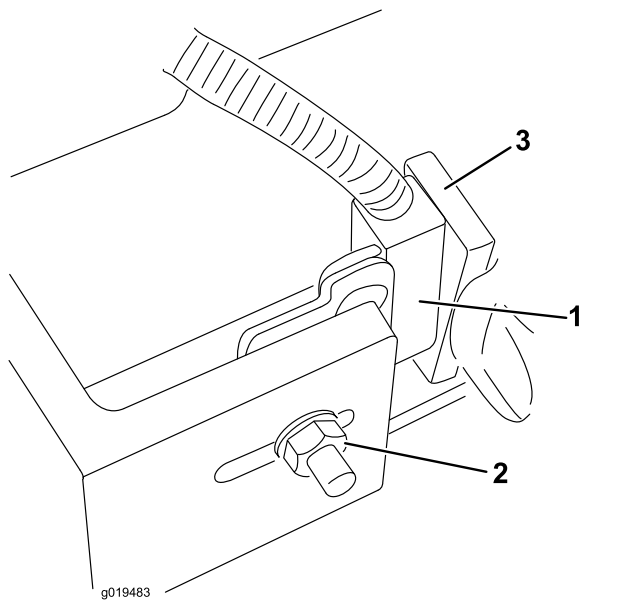

Рисунок 80
2. Ослабьте гайку каретного болта, который крепит кронштейн переключателя подъемного рычага к подъемным рычагам № 4, № 6 или № 7 (**Рисунок 80**).